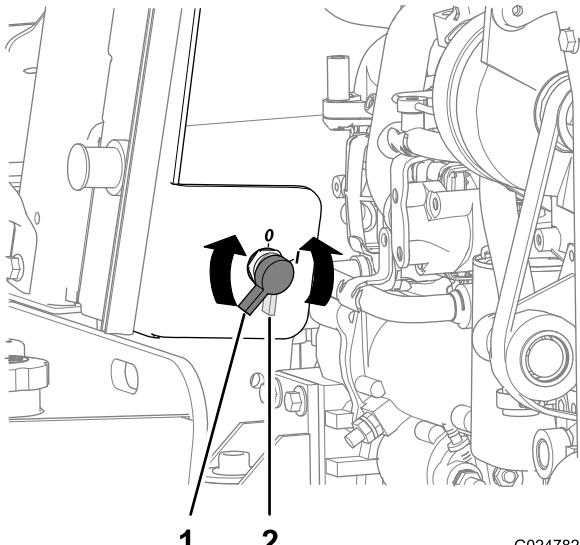

Figura 85
2. Conecte o cabo positivo do carregador ao terminal positivo da bateria (Figura 85).
- Gire o interruptor de desconexão da bateria no sentido anti-horário para a posição Off (Figura 85).
- Gire o interruptor de desconexão da bateria no sentido horário para a posição On (Figura 85).